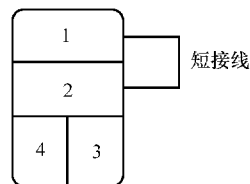

图 8-32 短接继电器
3) 如图 8-32 所示,首先使用一根短接线连接散热器风扇继电器的 4 芯插座 1 号与 2 号端子,检查冷凝器电子风扇和散热器电子风扇是否运转,若正常运转,说明散热器风扇继电器损坏,应更换;否则应排除散热器和冷凝器电子风扇电路故障。